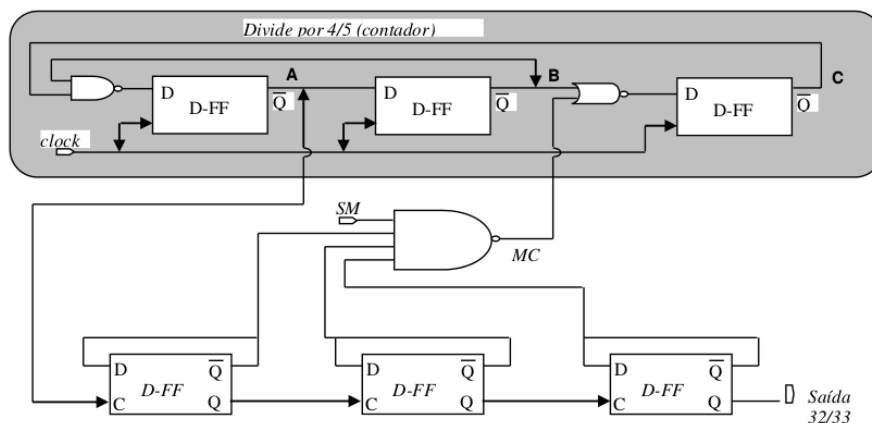

Figura 1: Prescaler 32/33.
**1. Considere o circuito prescaler da Figura 1 .**
5.\* Compare a implementação feita no *Leonardo* com a da **Figura 1**. Qual é a maior diferença?